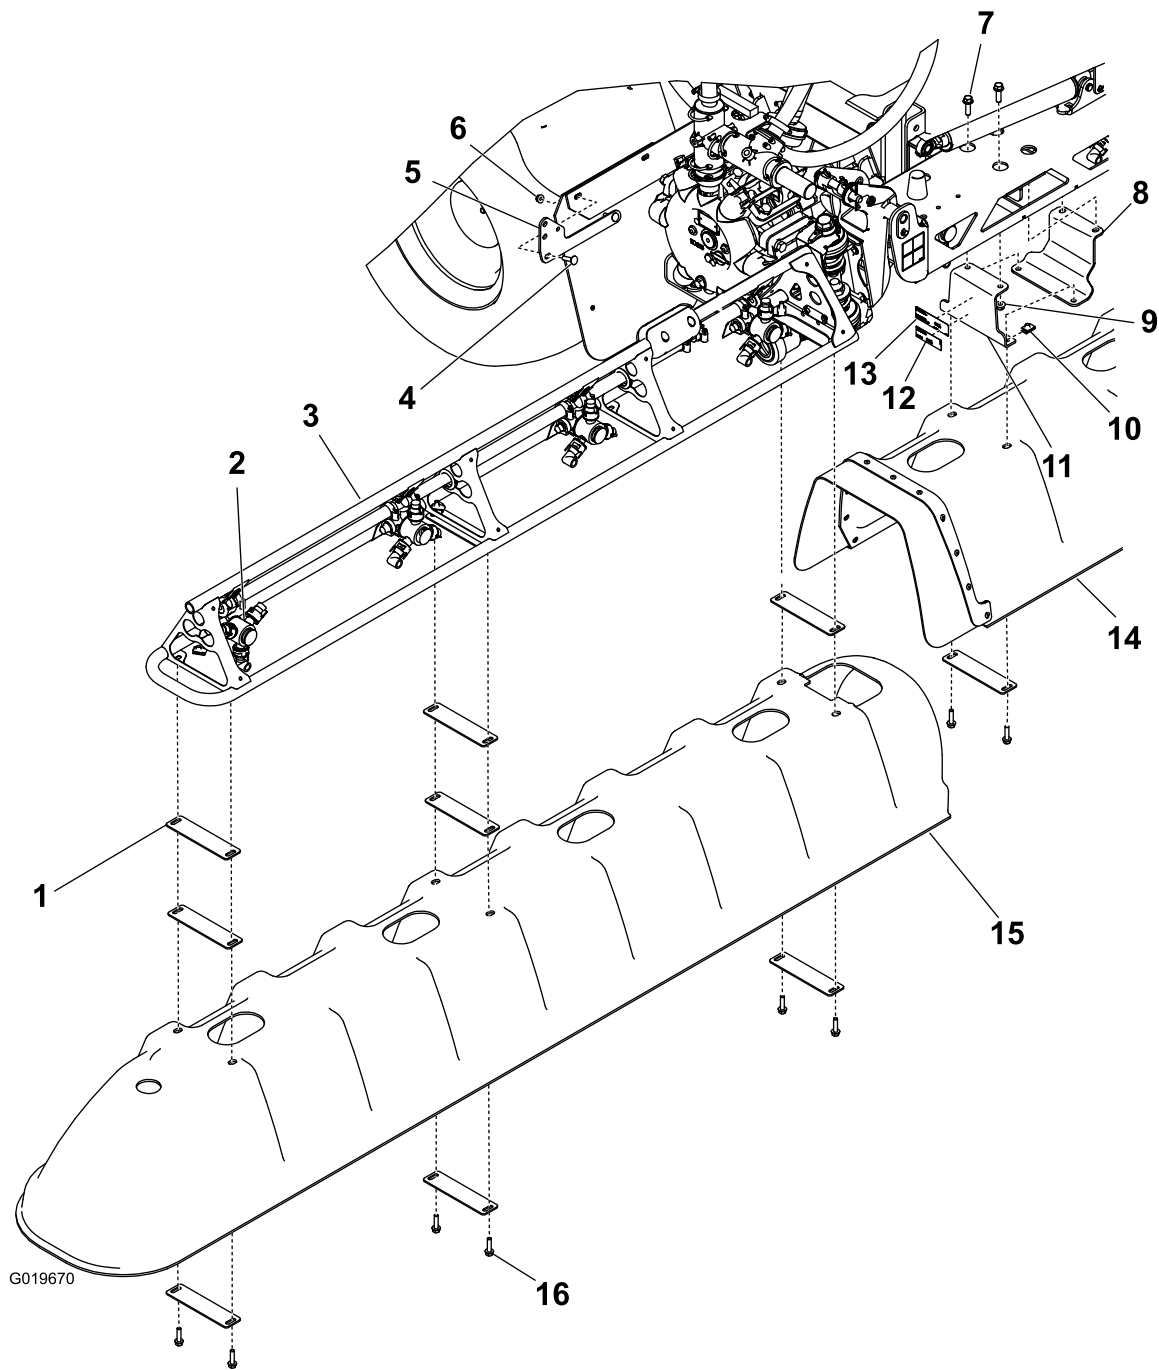

Bild 1
1. Befestigen Sie das Schild mit den Modell- und Seriennummern und das Schild der Aufsichtsbehörde an einer Halterung des mittleren Auslegers, wie in Bild 1 dargestellt.
2. Befestigen Sie jede der zwei mittleren Halterungen und Ausleger-Befestigungsplatten mit 2 Sechskantschrauben (3/8" x 1-1/4") und 2 Bundmuttern (3/8") am mittleren Ausleger, wie in Bild 1 dargestellt.
3. Befestigen Sie die mittlere Abdeckung mit 4 U-Muttern, 2 Scheibenplatten und 4 Sechskantschrauben (5/16 x 1-1/4 Zoll) an den Halterungen des mittleren Auslegers, wie in Bild 1 dargestellt.
2. Befestigen Sie eine der Abdeckungen für den Seitenausleger (Bild 1) mit 8 Scheibenplatten, 6 Sechskantschrauben (5/16 x 1-1/4 Zoll) und 6 U-Muttern.
1. Befestigen Sie die Befestigungshalterung für das Ablassventil mit 2 Schlossschrauben und 2 Bundmuttern (5/16 Zoll) an der Maschine, wie in Bild 1 dargestellt.
(Bild 1).